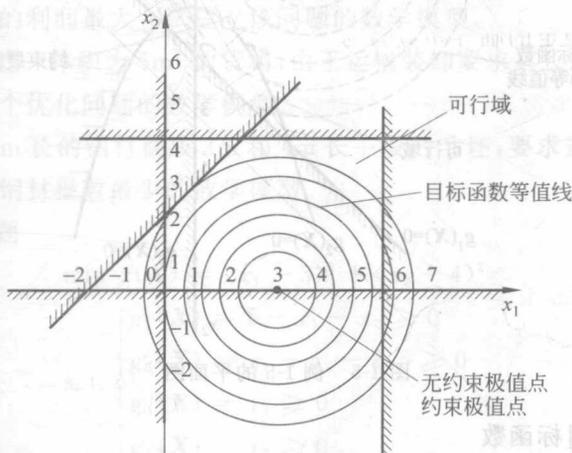

图 1-3 例 1-4 问题的平面图
(1) 按比例画出各约束曲线及  $f(\mathbf{X})$  的等值线、可行域, 并指出消极约束。
(2) 图中指出无约束最优点和约束最优点。
(3) 若增加  $h(\mathbf{X})=x_2-3=0$  这一等式约束,求最优点。
解: (1) 各约束曲线及  $f(\mathbf{X})$  的等值线如图 1-3 所示。消极约束为  $g_5(\mathbf{X})$ 。
(2) 无约束最优点和约束最优点均为  $\mathbf{X}^*=[3,0]^T$  (见图 1-3)。
(3) 若增加  $h(\mathbf{X})=x_2-3=0$  这一等式约束时,  $x_2=3$ , 结合目标函数  $f(\mathbf{X})=(x_1-3)^2+x_2^2$ , 可知, 当  $x_1=3$  时取得最小值 9, 代入约束条件可知  $[3,3]^T$  在可行域内, 故此时的最优点为  $[3,3]^T$ 。